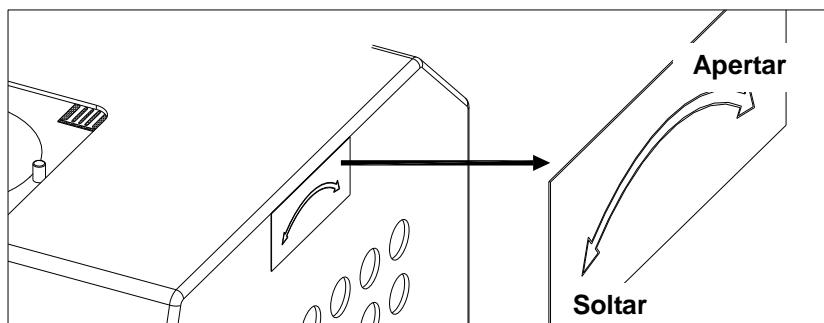

Fig. 19
- 2) Verifique a direção de desmontagem do rebolo antes de substituir o rebolo direito. (Fig. 19)